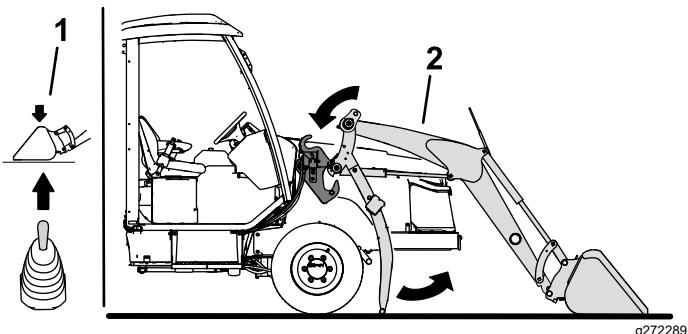

Figura 55
6. Avviate il motore e utilizzate il joystick del caricatore per abbassare i bracci di caricamento nei supporti del telaio del caricatore (Figura 55).